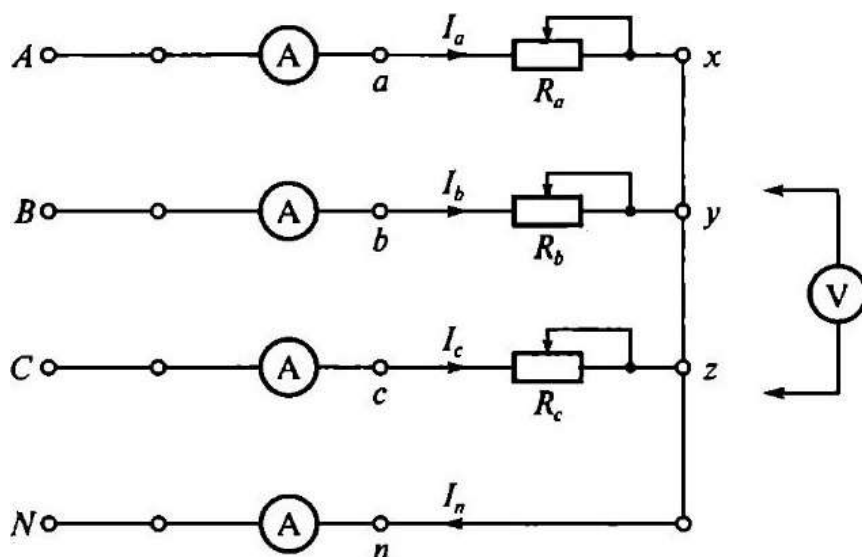

Рис. 5.1. Схема трехфазной ЭЦ с активной нагрузкой однофазных приемников, соединенных «звездой»
Схема электрической цепи (ЭЦ) с включенными в нее измерительными приборами приведена на рис. 5.1. В качестве измерительных приборов в работе используются:
1. Собрать ЭЦ в соответствии с рис. 5.1. С помощью переключателя пределов установить наибольшую номинальную величину измерительных приборов. После проверки схемы преподавателем подать напряжение в ЭЦ, при этом должны загореться соответствующие сигнальные лампы, показанные на рис. П.3. Измерить вольтметром линейное напряжение U_L , которое должно лежать в диапазоне $(36 \pm 3,6)$ В.
5. На основании данных табл. 5.1 и 5.2 с учетом рис. 5.1 вычислить полные сопротивления фаз Z и углы сдвига фаз между током и напряжением (φ), результаты занести в табл. 5.3.
3. В табл. 5.4 даны значения линейного напряжения и фазных сопротивлений ЭЦ, приведенной на рис. 5.1. Номер варианта соответствует номеру стенда. На основании данных табл. 5.4 для своего варианта вычислить фазные напряжения и токи для ЭЦ нейтральным проводом. Результаты занести в табл. 5.1 и 5.2. На основании данных табл. 5.1 и 5.2 построить на рис. 5.2 в масштабе векторные диаграммы напряжений и токов. По векторным диаграммам определить значение тока в нейтральном п проводе.